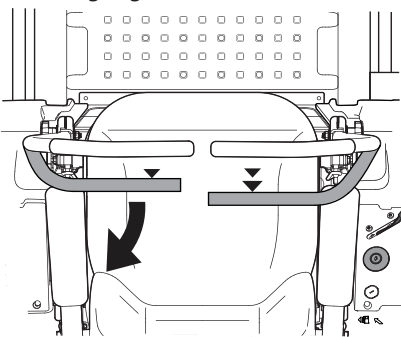

Figure 3-9
1. Pour tourner à gauche en marche arrière, poussez la barre de conduite gauche vers l'avant et tirez la barre de conduite droite vers vous. Voir Figure 3-9.